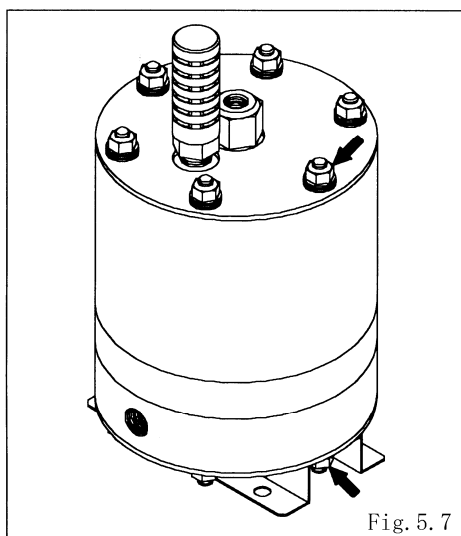

Fig. 5.7
- ・ナット(タイロッド)は対角線上に、平均した力で締め付けること。(Fig.5.7はAD-10TTを表示)